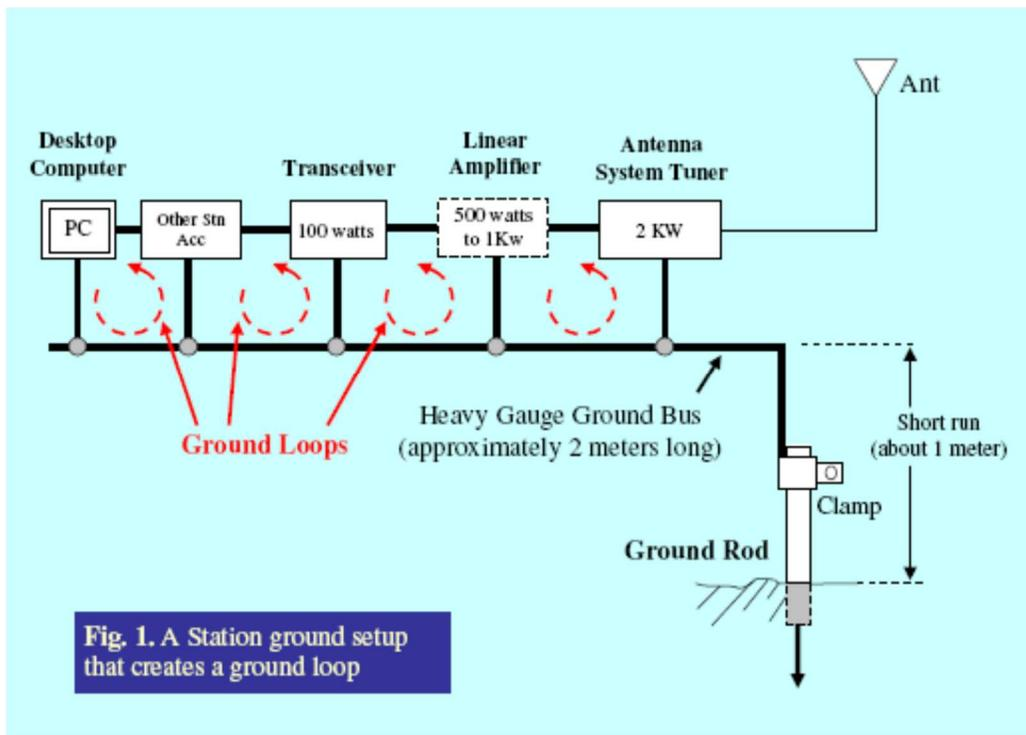

Figura 1
El remanente del largo del cable de tierra principal (bus de tierra), lo sacó para afuera conectándolo a una barra de cobre instalada cerca de la pared del shack, pero por afuera. Esta instalación de tierras quedó como se aprecia en la figura 1.
1. Se conectan a la tierra principal (bus de tierra), en puntos diferentes, dejando una distancia entre ellos (vea la figura 1).
2. Los equipos individualmente ya tienen una referencia a tierra, pero cuando se interconectan, conectando cada equipo a una tierra general como en la figura 1, crean ground loops, por donde circulan corrientes de tierra debido a las inductancias de los cables y donde los cables cierran el circuito.